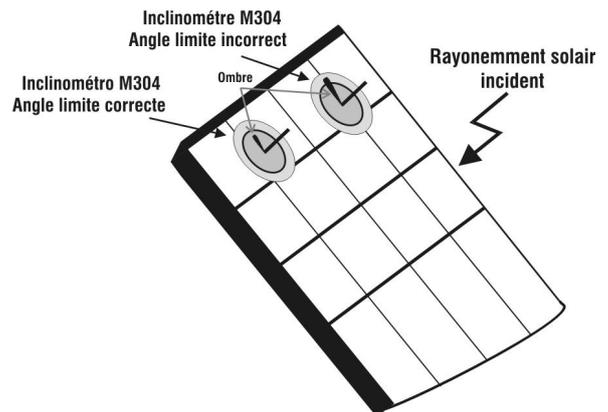

Fig. 7b : Positionnement inclinomètre M304
16. Monter la tige sur le disque de l'accessoire M304 (inclinomètre) fourni de dotation et le garder posé sur le plan du module. **Vérifier que l'ombre de la tige projetée sur le disque tombe dans le « cercle concentrique limite » se trouvant à l'intérieur du disque même (voir Fig. 7b).** Autrement, l'angle entre les rayons du soleil et la surface du module est trop élevé et les mesures effectuées par l'instrument **NE sont donc PAS à considérer comme fiables. Répéter les opérations dans d'autres moments de la journée**